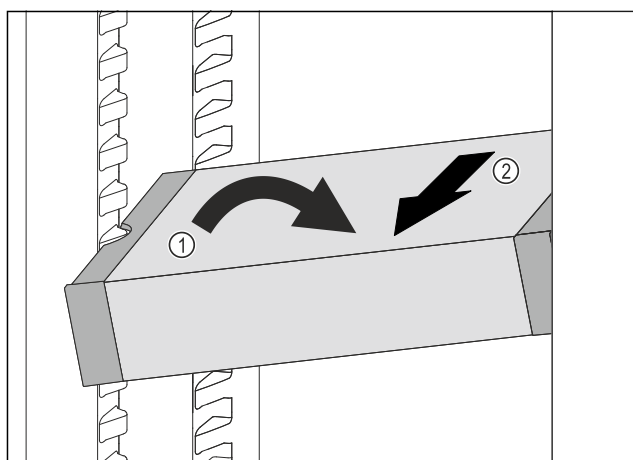

Fig. 110
- Incliner le VarioSafe dans la partie réfrigérateur. Fig. 110 (1)
- Sortir le tiroir VarioSafe par l'avant. Fig. 110 (2)